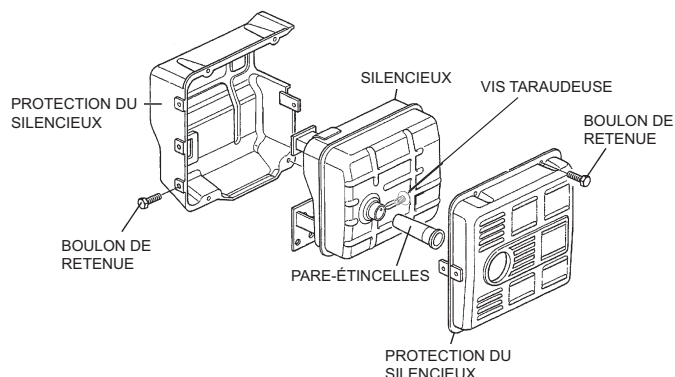

Figure 36. Démontage du pare-étincelles
1. Retirer les boulons qui retiennent la protection du silencieux (Figure 36), puis retirer la protection du silencieux.